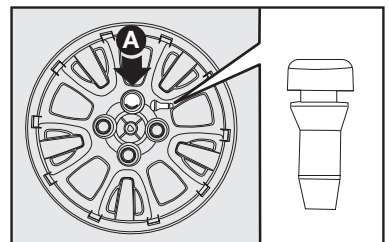

fig. 7
9) Colocar a calota cuidando para que o símbolo , na parte interna, fique em correspondência com a válvula, e dessa maneira o furo maior da calota **A-fig. 7** passe pelo parafuso já fixado.